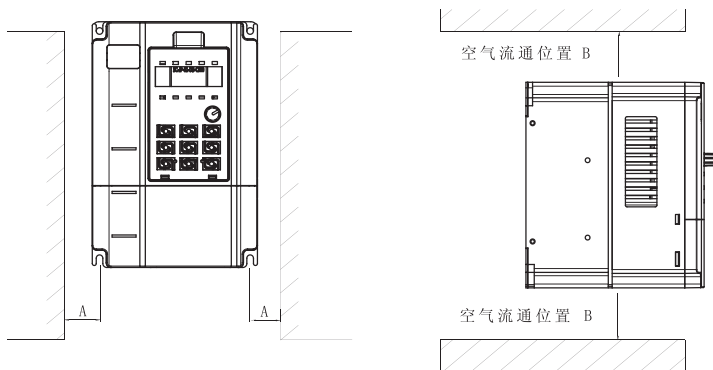

图3-1 变频器安装示意图
1. 请垂直安装变频器，便于热量向上散发，但不能倒置。若柜内有较多变频器时，最好是并排安装。在需要上下安装的场合，请参考图 3-1 的示意，安装隔热导流板。
2. 安装空间遵照图 3-1 所示，保证变频器散热空间，但布置时请考虑柜内其它件的散热情况。